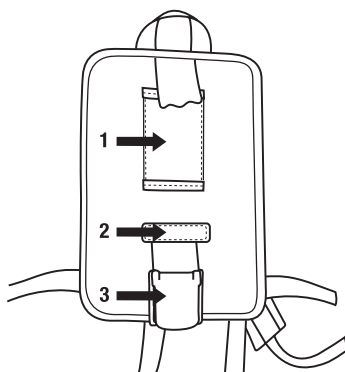

Fig. 11b
1. Con cualquiera de los extremos del motor/soplador hacia la parte superior de la espalda (extremo con el mando tipo lazo), pase la correa de la mochila por la ranura de sujeción superior del motor/soplador y la manga de retención grande (Fig. 11b-1) en la mochila.
2. Enrosque el cinturón a través de la ranura de retención inferior del motor/soplador y la manga de retención pequeña (Fig. 11b-2) de la mochila.
3. Enrosque la correa a través de la hebilla (Fig. 11b-3) y ajuste.